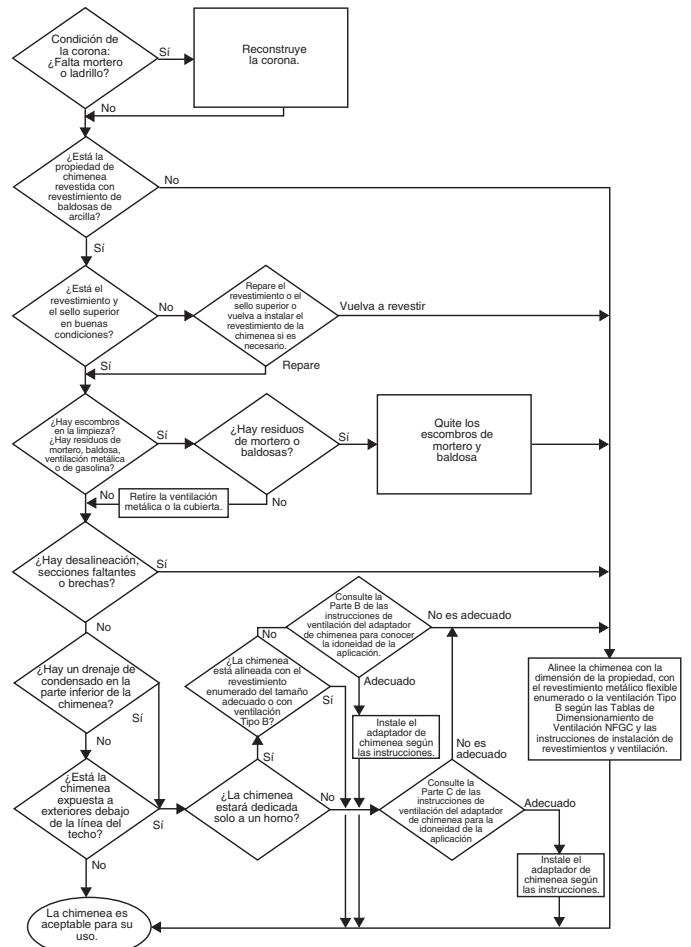

Fig. 37 – Gráfico de inspección de chimenea
7. No ventile este dispositivo en una chimenea de mampostería sin revestimiento. (Consulte la Tabla de Inspección de la Chimenea en la Fig. 37).
Las inspecciones antes de la venta y en el momento de la instalación determinarán la aceptabilidad de la chimenea o la necesidad de reparación o (volver a instalar) el revestimiento. Consulte la Fig. 37 para realizar una inspección de la chimenea. Si la inspección de una chimenea revestida de baldosas usada previamente: